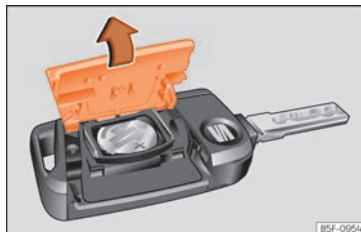

Fig. 122 Clé du véhicule : ouvrez le cache du logement des piles.
- Retirez le couvercle de la partie arrière de la clé du véhicule  **fig. 122** dans le sens de la flèche .
- Placez le couvercle comme indiqué  **fig. 122**, et appuyez-le sur le boîtier de la **»**